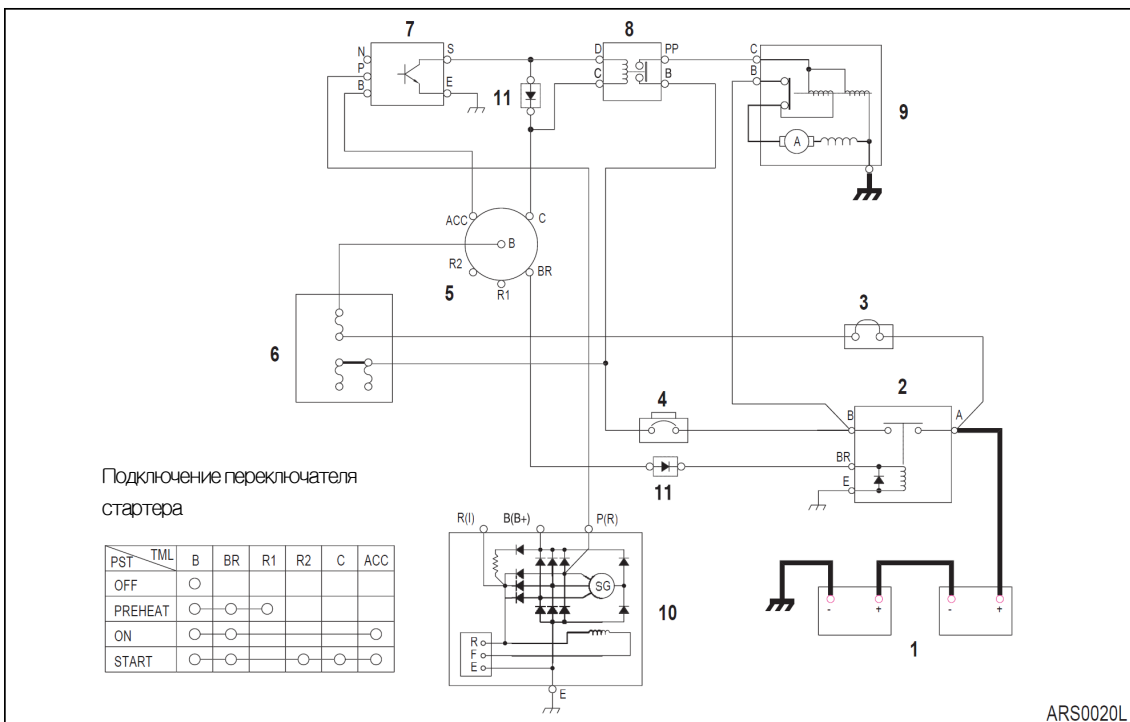

Рис. 2 ЦЕПЬ СТАРТЕРА (1) ПРИ ПУСКЕ
Когда переключатель ключа зажигания установлен в начальное положение, выводы «S» и «E» на контролере стартера (7) соединены. В это время контакты реле стартера (8) замкнуты током цепи батарея (1, рис. 2) → плавкое соединение (3) → вывод "B" переключателя стартера (5) → вывод "C" переключателя стартера (5) → вывод "C" реле стартера (8) → вывод "D" реле стартера (8) → вывод "S" контролера стартера (7) → вывод "E" контролера стартера (7) →земля.
Ток течет по цепи батарея (1) → Вывод "A" реле батареи (2) → Вывод "B" реле батареи (2, рис. 2) → Вывод "B" стартера (9). Электродвигатель стартера приходит во вращение и происходит запуск двигателя.